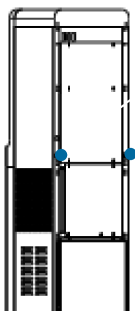

图 9 · 排空上部水箱中的水
2. 打开冷、热水箱的排水阀，排空水箱中储存的水（图 9）。